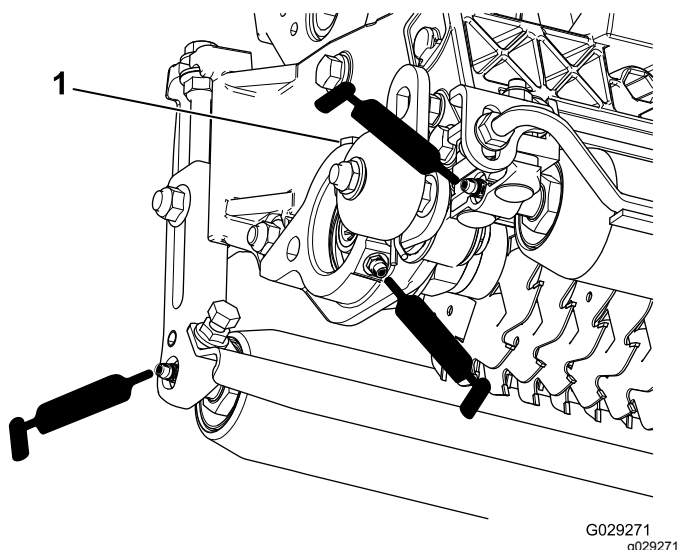

Рисунок 13
На каждом вертикуттере установлено 5 масленок (Рисунок 13), которые следует раз в неделю заправлять универсальной консистентной смазкой № 2 на литиевой основе.
2. Вводите смазку до появления чистой смазки на выходе уплотнений роликов и предохранительного клапана подшипника (Рисунок 13).